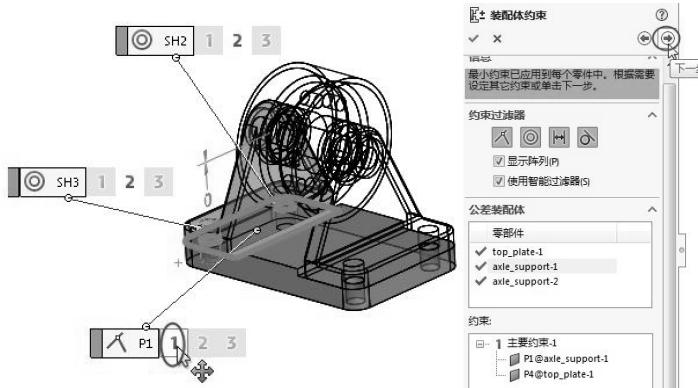

图 5-67 显示 axle\_support-1 零部件的主要约束
- 同理，选择 axle\_support-1 零部件，单击 P1 约束【1】，显示该零部件的主要约束。完成后单击【下一步】按钮，如图 5-67 所示。